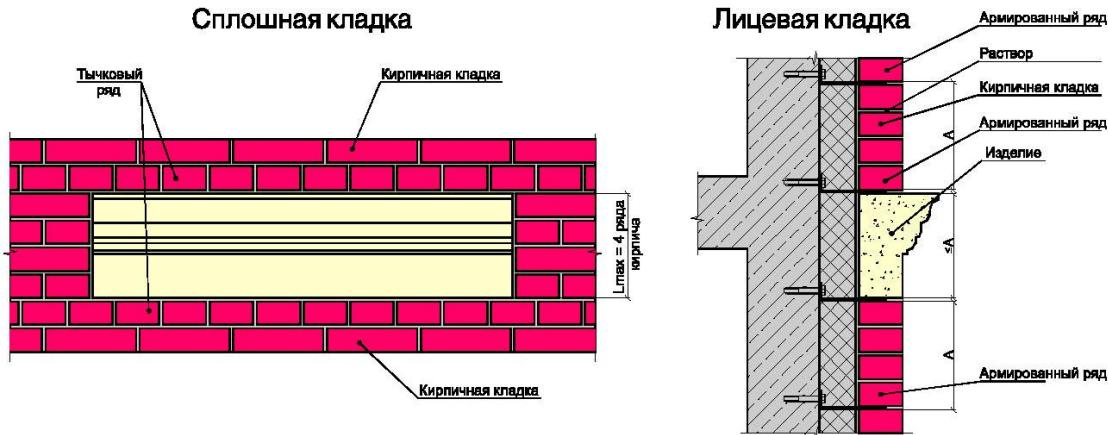

Рис. 3.
– максимальная высота несоставных горизонтальных элементов из архикамня не должна превышать расстояния между закрепляющими тычковыми рядами в сплошной кладке и расстояния между армированными рядами в ненесущей лицевой кладке (см. рис. 3);